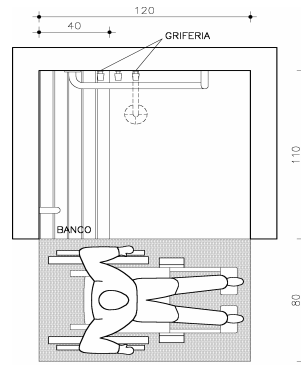

Figura 6
C.1 Dimensiones: Debe tener una dimensión interna mínima y libre de 120cms de ancho y de 110cms de profundidad. (Ver figura 6).